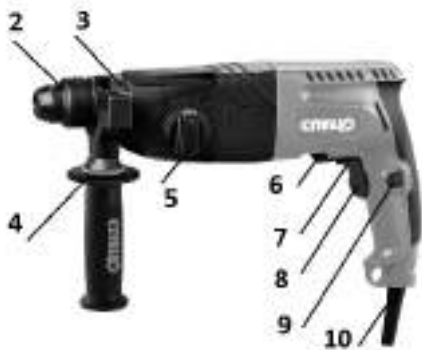

Рис. 1
7.1. Установить при необходимости боковую рукоятку 4, (см рис. 1), в удобное для работы положение, зафиксировать рабочий инструмент в патроне.